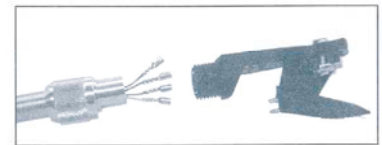

図 7
1. ピンセットで有色の信号配線をカートリッジから外します。ヘッドシェルの裏にあるカラーロック(図7)を緩め、信号配線をヘッドシェルから丁寧に引っ張り外します。(図8)
3. カートリッジの取り付け位置を調整するには、付属のカートリッジ取付用ゲージを使用します。カートリッジを仮止めしたヘッドシェルの後部をゲージの形に合わせて押し込み、上から見て針先がゲージのV字型の切れ込みに一致するように調整してください。横から見て針先がゲージの長方形(逆コの字型)の切り込み内に入っていれば正しい位置になっています。最後に、締め付けのネジを強く締める。カートリッジが付いているヘッドシェルをトンアームに戻して、カラーロック(図7)をしっかりと締めてください。